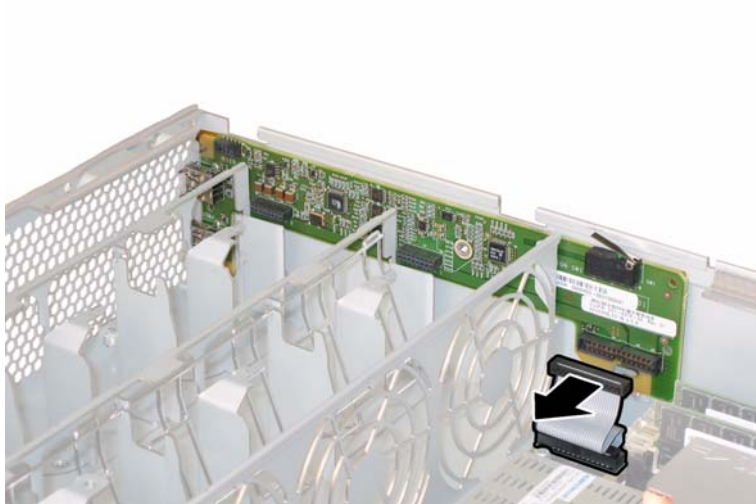

ABBILDUNG 4-48 Trennen des Verbindungskabels
10. Trennen und entfernen Sie das Verbindungskabel zwischen vorderer I/O-Platine und Hauptplatine. Siehe ABBILDUNG 4-48.